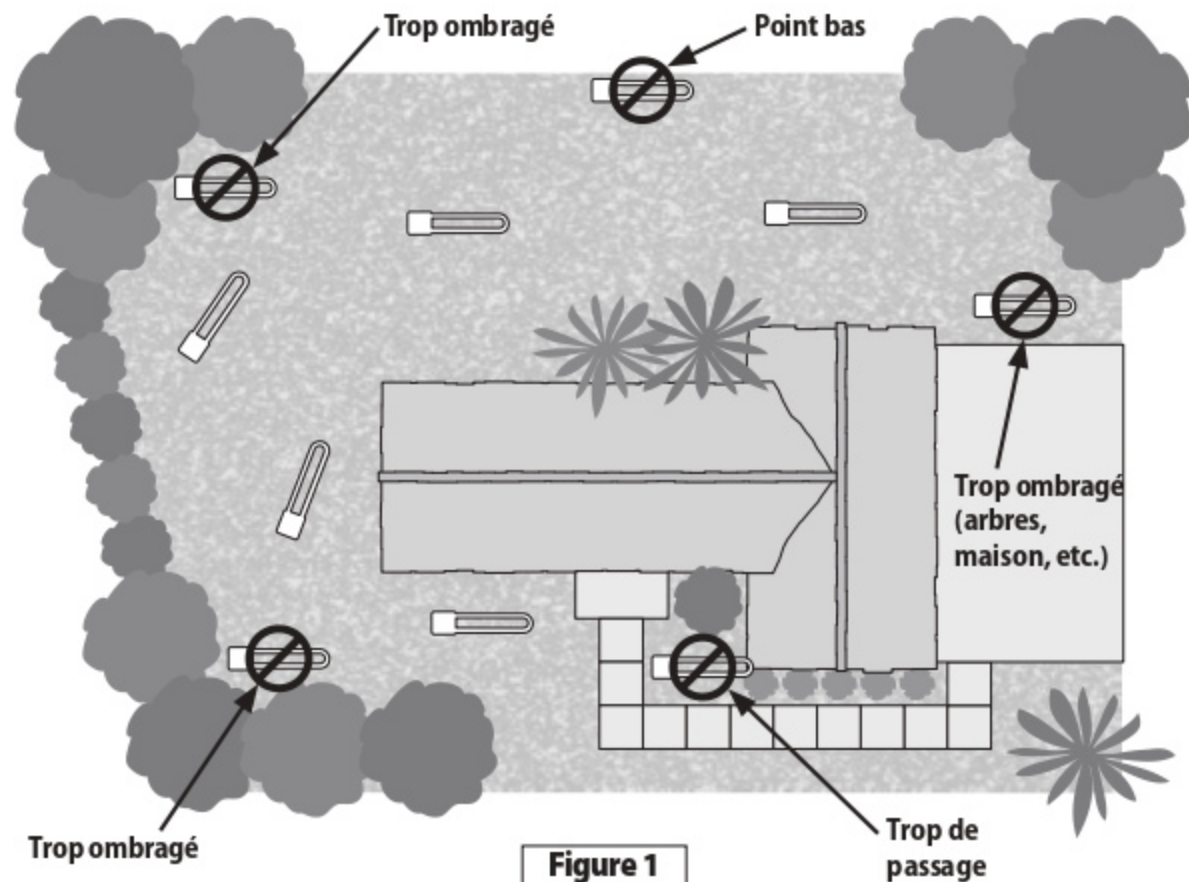

Figure 1
4. Choisir une zone de gazon en plein soleil pour y installer la sonde (voir figures 1 et 2).